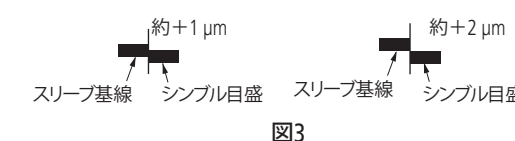

図3
2. 1 μm単位の読取りは、外筒基準線とシンプル目盛線の重なる量にしがたいます。(図3)